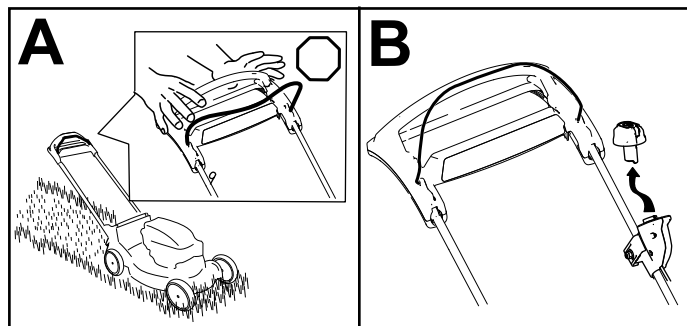

Figura 16
2. Retire el botón de arranque eléctrico del interruptor de arranque eléctrico (Figura 16, B).
1. Suelte la barra de control de las cuchillas (Figura 16, A).